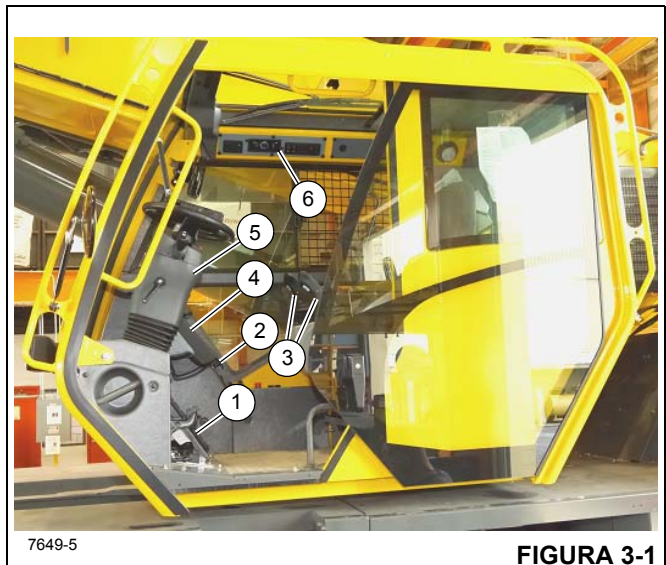
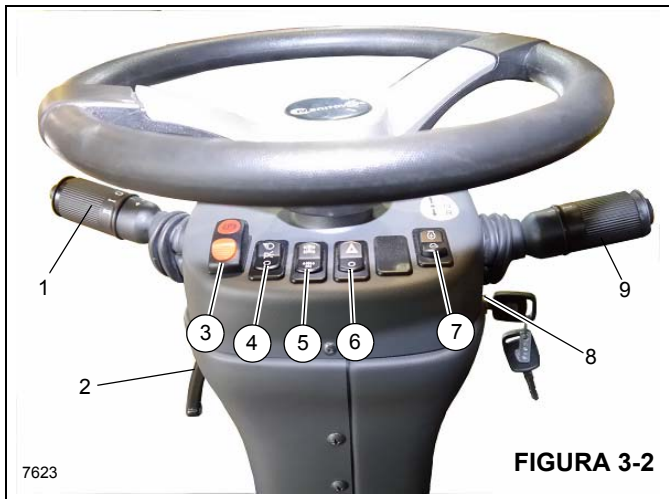

FIGURA 3-1
FIGURA 3-2
Todos os controles e indicadores para operar e monitorar as funções do guindaste encontram-se na cabine do guindaste Figura 3-2 e incluem o seguinte:
O conjunto da coluna de direção (5) (Figura 3-1) é uma coluna de direção de pedestal inclinável e telescópica. Ele pode inclinar para trás 30° ou pode elevar-se na vertical aproximadamente 60 mm (2.3 pol.). Inclui a chave de ignição e outras chaves de controle (Figura 3-2).
A alavanca da sinaleira direcional e controles do limpador/lavador do para-brisa (1) (Figura 3-2) localizam-se no lado esquerdo da coluna de direção. Empurrar a alavanca da sinaleira direcional para baixo faz com a sinaleira direcional esquerda dianteira e a esquerda traseira pisquem. Empurrar a alavanca da sinaleira direcional para cima faz com a sinaleira direcional traseira direita e a dianteira direita pisquem.
A coluna de controle de direção pode ser girada aproximadamente 30° para trás e erguida cerca de 60 mm (2.3 pol.). Gire a alavanca de controle (2) (Figura 3-2) para baixo para travar a coluna de direção no lugar; girar a coluna de direção para cima libera a coluna de direção para ajuste.
A chave de controle do freio de estacionamento (3) (Figura 3-2) localiza-se na frente da coluna de direção. Esta chave de duas posições (Liga/Desliga) é usada para acionar e liberar o freio de estacionamento no conjunto motor-transmissão. A luz indicadora do freio de estacionamento no mostrador acende quando a chave de pressão no sistema de liberação do freio for ativada e o freio for aplicado.
A chave dos faróis (4) (Figura 3-2) localiza-se na frente da coluna de direção. Esta chave de três posições (Desliga/Estacionamento/Farol) controla a operação das luzes dos instrumentos, dos LEDs das chaves e das luzes do marcador na dianteira, traseira e na lateral do guindaste. A chave é iluminada quando a chave estiver nas posições LIGADO ou PARTIDA.
A chave seletora do eixo de tração (5) (Figura 3-2) localiza-se na frente da coluna de direção. Esta chave de duas posições é usada para selecionar tração nas duas rodas (faixa alta) ou tração nas quatro rodas (faixa baixa). A chave controla uma válvula solenoide (energizada pela tração em duas rodas) que opera a faixa de velocidade e os cilindros de desconexão do eixo da transmissão. O fundo do ícone do mostrador de operação CCS fica amarelo quando o guindaste estiver no modo tração nas quatro rodas. Esse ícone piscará se, quando o motor estiver funcionando, a posição da chave for trocada quando a transmissão não estiver em neutro e o pedal do freio não estiver pressionado. O eixo de tração só pode ser alterado quando a alavanca de câmbio estiver em neutro e o pedal do freio estiver pressionado. A chave é iluminada quando a chave estiver nas posições LIGADO ou PARTIDA.
A chave seletora das luzes de perigo (6) (Figura 3-2) localiza-se na frente da coluna de direção. A chave tem duas posições (LIGADO/DESLIGADO) que fazem com que as quatro luzes da sinaleira direcional pisquem ao mesmo tempo quando a chave é posicionado em LIGADO. Quando a chave estiver na posição LIGADO, as luzes indicadoras da sinaleira direcional na coluna de direção piscam.
A chave de incremento/decremento (7) (Figura 3-2) é uma chave temporária de três posições em que a posição central fixa é a posição desligada. Use essa chave para ajustar a velocidade do motor. Pressione a parte superior ou inferior da chave de incremento/decremento para aumentar ou diminuir a baixa rotação do motor.
A chave de ignição (8) (Figura 3-2) está no lado direito da coluna de direção sob a alavanca de câmbio (9).
A alavanca de câmbio (9) (Figura 3-2) localiza-se no lado direito da coluna de direção. A alavanca de controle aciona a